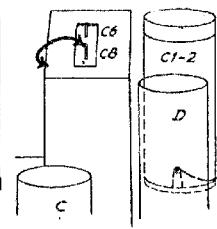

Fig.2
3. CS kortschakelaar (zie fig.2).